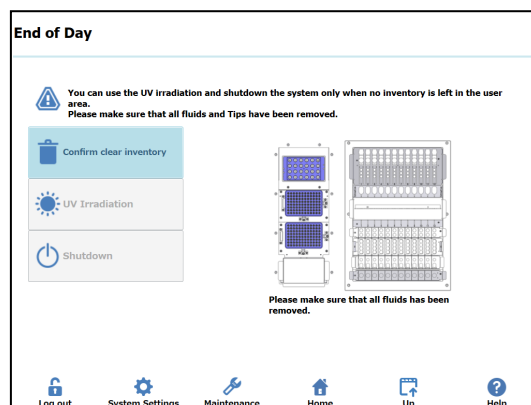

Figura 20: Ecrã “End of Day” (Fim do dia)
26. No ecrã Home, selecione “End of Day” (Fim do dia). É mostrado o ecrã seguinte (Figura 20).